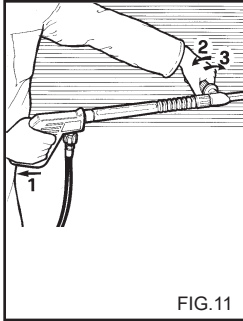

FIG.11
**ИСПОЛЬЗОВАНИЕ ДВОЙНОЙ СТРУЙНОЙ ТРУБКИ (рис. 11) (если входит в комплектацию).**